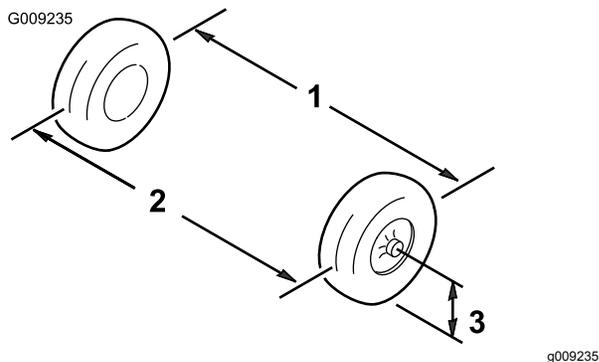

Рисунок 53
1. Измерьте расстояние между обеими передними шинами на уровне моста, с передней и задней стороны передних шин (Рисунок 53).